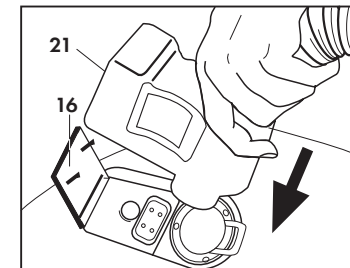
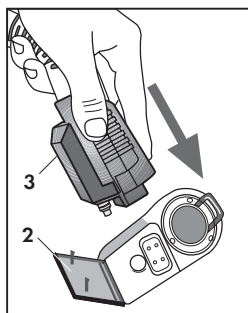

Abb. 10
Fig. 20
Die Klappe der Steckbuchse (16) an den Körper des Schnellanschlusses drücken und kontrollieren ob die beiden Teile richtig ineinander rasten. (Abb. 10)
IRON (Fig. 20 - 21 - 22))
To use the iron, install the iron connection (3) to the accessory socket (Fig. 20). Follow the same procedure used for attaching the hose. Refer to "Fitting the hose" on page 9 (Fig. 10).